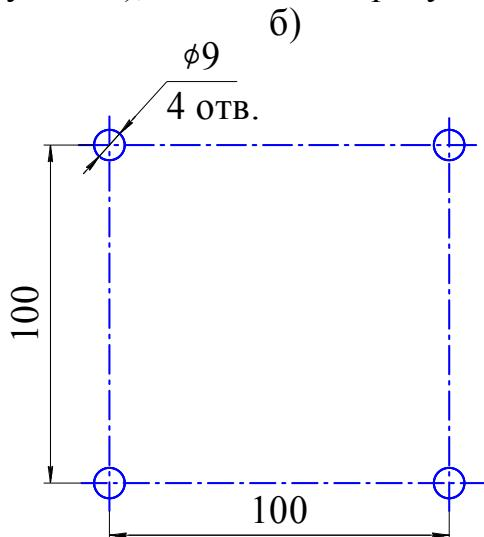

Рисунок 4
12 Огнетушащая способность МПП потолочного крепления для пожаров класса А при тушении с высоты (H) до 13 м двух этажно расположенных помещений с проемами для прохождения газопорошковой струи (см. рисунок 4):
12.1 Суммарная защищаемая площадь (S), $m^2$	36,5
**Параметры тушения МПП потолочного крепления (см. рисунок 4)**